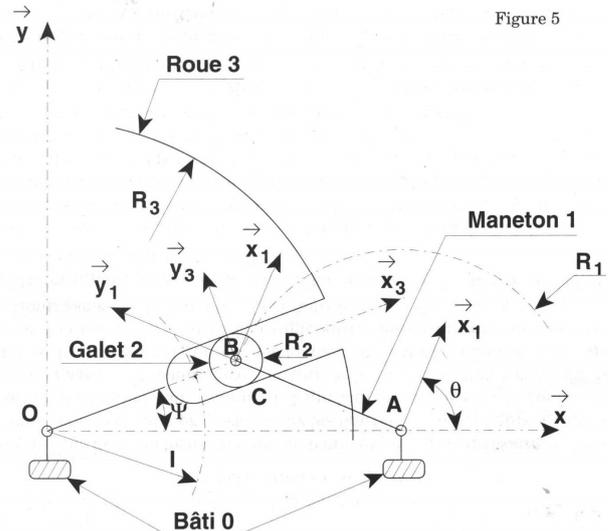

Figure 5
La **figure 5** correspond au cas général.
- Q4** À partir de la figure 5, déterminer la loi entrée-sortie  $\psi = f(\theta, \rho)$  avec  $\rho = \frac{R_1}{E}$ .